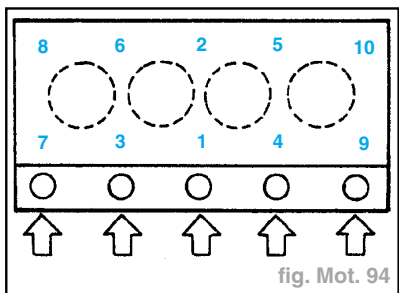

fig. Mot. 94
- Ordre de serrage des vis de fixation de la culasse (fig. Mot. 94).